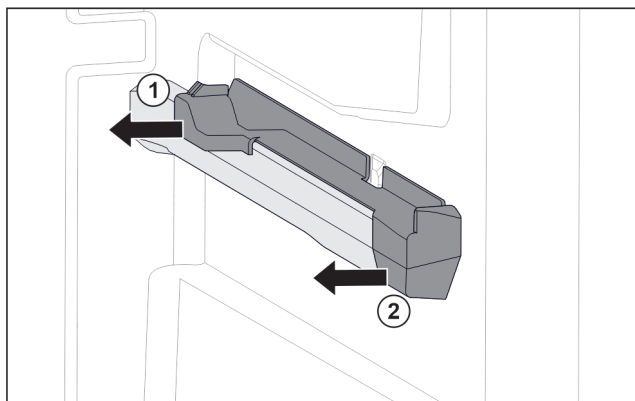

Fig. 58 Élément emboîtable sur la nervure de récipient droite
- ▶ Le retirer sur le côté par l'arrière. Fig. 58 (1)
- ▶ Le retirer sur le côté par l'avant. Fig. 58 (2)